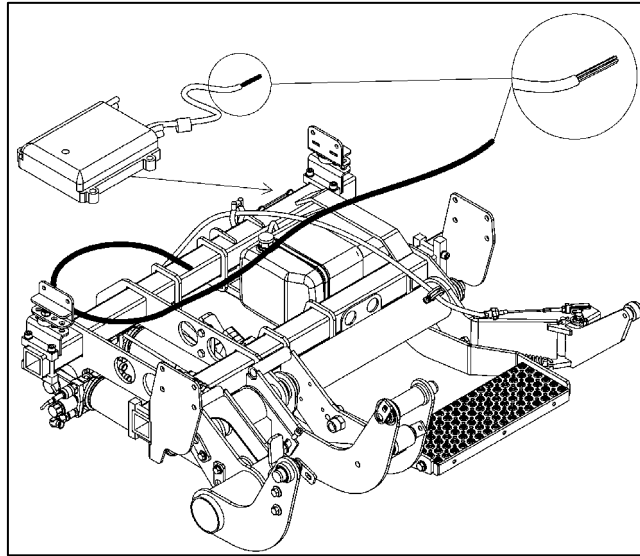

Abbildung 27
- Montageort für Handsteuerbirne bestimmen und Kabel in die Richtung des Montageortes legen (siehe Abbildung 27).